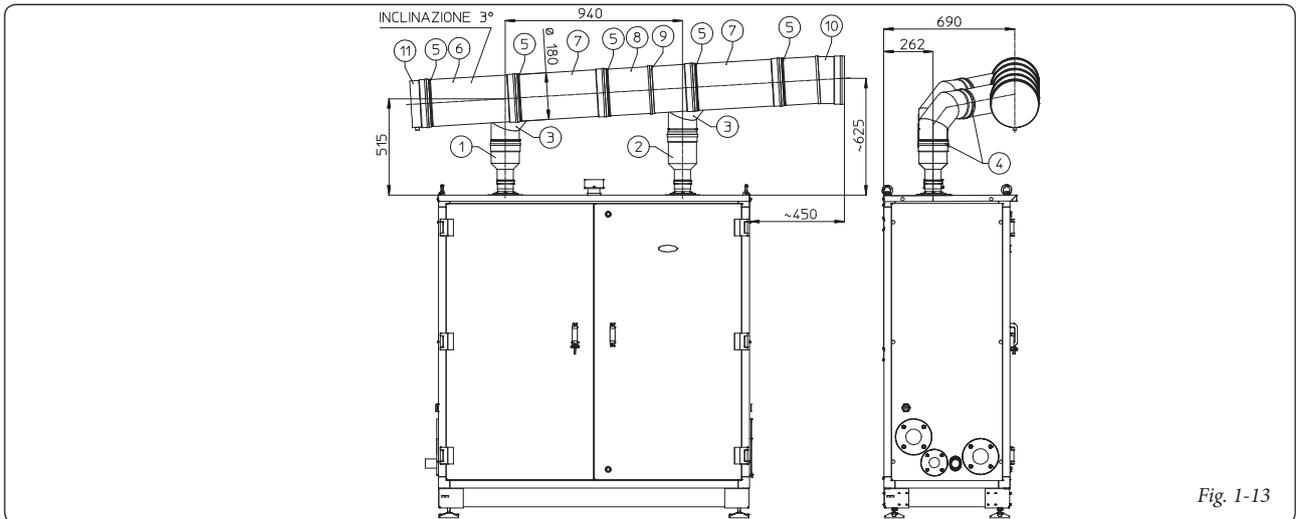

Fig. 1-13
- Ø 180 per 1 solo generatore (Fig. 1-13)
Montaggio collettore scarico fumi (Fig. 1-13 + 1-16): per il corretto montaggio vedere i relativi fogli istruzioni.